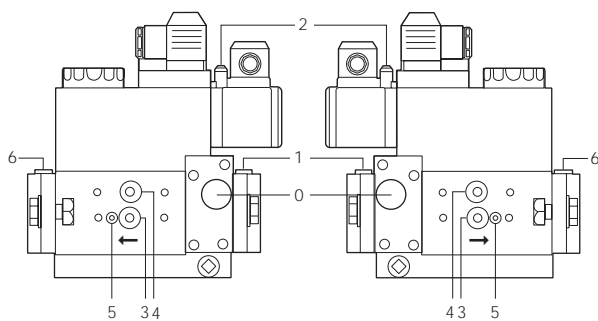

Рис. 54
- Чистка и контроль патрона газового фильтра, при необходимости его замена (см. Рис. 54 и последующие рисунки)